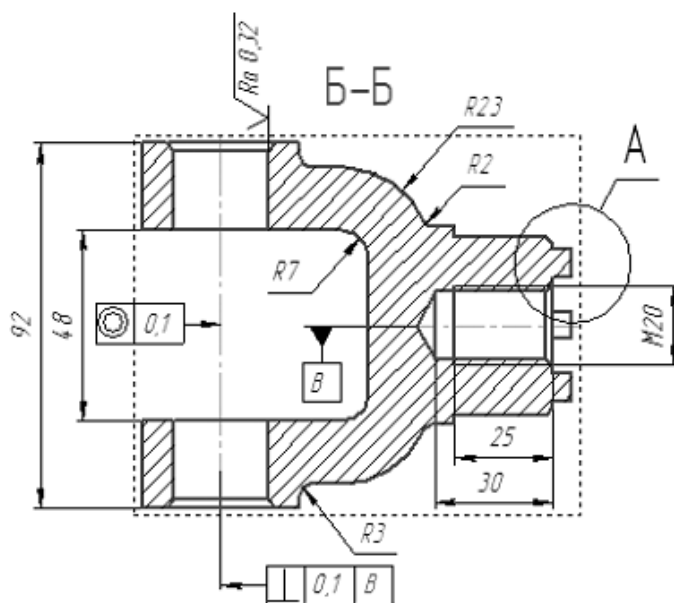

Рисунок 72.
2. С помощью команд на инструментальной панели Обозначения проставьте в чертеже технологические обозначения (рис. 72).